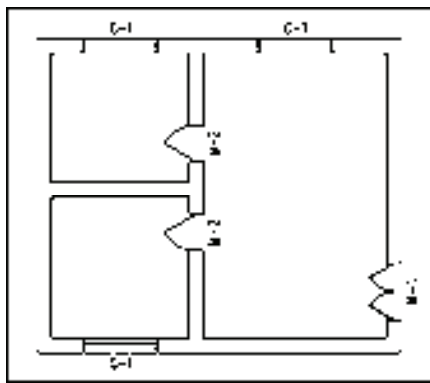

图 7-70 创建搜屋顶线
3) 按〈Enter〉键, 即可完成搜屋顶线的绘制, 结果如图 7-70 所示。